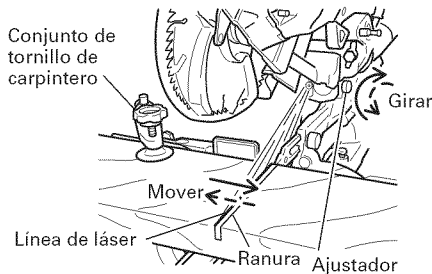

Fig. 22
(1) Encienda el marcador láser y efectúe una ranura de aproximadamente $3/16"$ (5mm) de profundidad en una pieza de trabajo de unos $25/32"$ (20mm) de alto y $5-29/32"$ (150mm) de ancho. Sostenga la pieza de trabajo ranurada mediante el tornillo de carpintero tal como está, y no la mueva. Para el trabajo de ranurado, refiérase a "11. Procedimientos de corte de ranuras" en la página 83.
(2) Luego, gire el ajustador y desplace la línea de láser. (Si gira el ajustador en el sentido de las agujas del reloj, la línea de láser se desplazará hacia la derecha y si lo gira en sentido contrario a las agujas del reloj, se desplazará hacia la izquierda.) Cuando trabaje con la línea de tinta alineada con el lado izquierdo de la hoja de sierra, alinee la línea de láser con el extremo izquierdo de la ranura. (Fig. 22) Cuando la alinee con el lado derecho de la hoja de sierra, alinee la línea de láser con el lado derecho de la ranura.
(3) Tras ajustar la posición de la línea de láser, trace sobre la pieza de trabajo una línea de tinta en ángulo recto y alinee la línea de tinta con la línea de láser. Cuando alinee la línea de tinta, deslice gradualmente la pieza de trabajo y asegúrela con el tornillo de carpintero en la posición en que la línea de láser coincida con la línea de tinta.